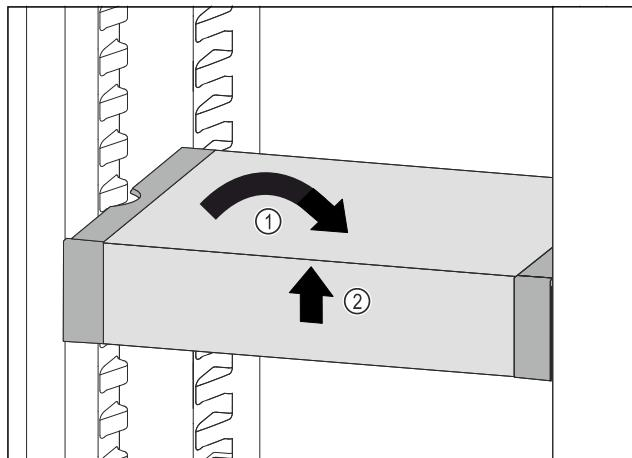

Fig. 55
- VarioSafe postavte rovno. Fig. 55 (1)
- VarioSafe nadvihnite vpred. Fig. 55 (2)